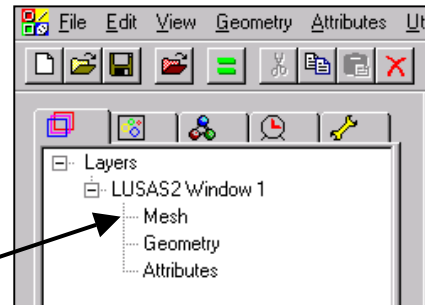

Fig. 19
- click dublu pe opțiunea **Mesh** din fereastra din stânga, meniul **Layers** (fig. 19)
- click dublu în fereastra din stânga, meniul **Layers**, opțiunea **Mesh** (fig. 19)